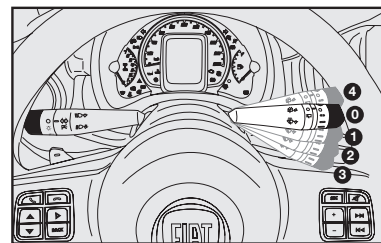

fig. 68
**ADVERTENCIA:** con el clima muy húmedo no se recomienda usar prolongadamente el aire acondicionado en las posiciones  o . La diferencia entre la temperatura externa y la del parabrisas puede provocar empañamiento del lado externo del parabrisas, provocando pérdida de visibilidad. Si tal situación ocurre, active la palanca del limpiaparabrisas fig. 68.
## Limpiaparabrisas/lavaparabrisas - fig. 68
Desplazando la palanca hacia el volante **fig. 68** se acciona la bomba del líquido del lavaparabrisas.